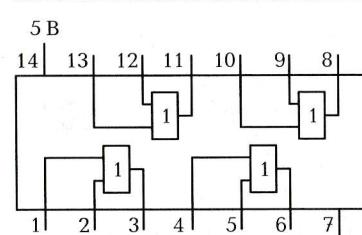

Рис. 3.10. Схема для изучения логического элемента ИЛИ в составе микросхемы К155ЛЛ1:
1. Соберите схему на макетной плате в соответствии с использованием микросхемы серии 155ЛЛ1 (рис. 3.10).